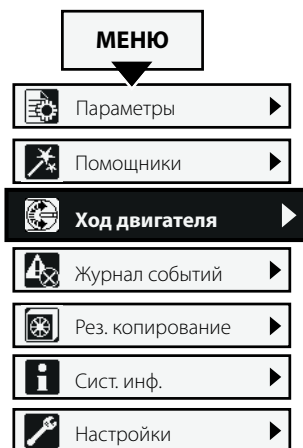

Рис. 6.10
**Навигацию** см. на **Рис. 6.10**. Информацию о настройке параметров хода двигателя см. в **главе 7.9 Медленный ход**.